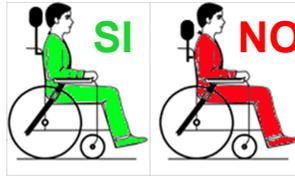

fig. 34
9. Installare un appoggiatesta idoneo per il trasporto e posizionarlo sempre adeguatamente durante il trasporto. (fig. 34)